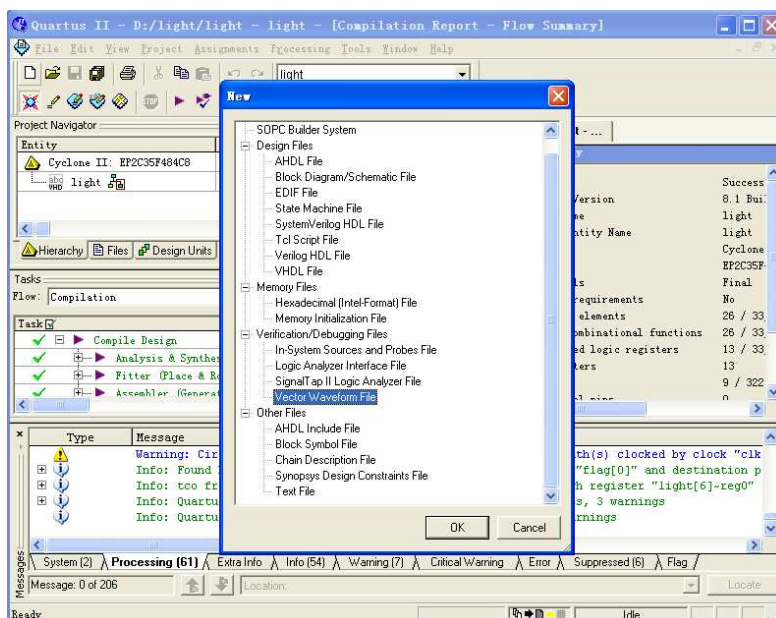

图 14 新建波形编辑器
(1) 打开波形编辑器。选择“File”菜单中的“New”项，在“New”窗口中选择“Other Files”中的“Vector Waveform File”项，打开空白的波形编辑器，如图 14 所示。